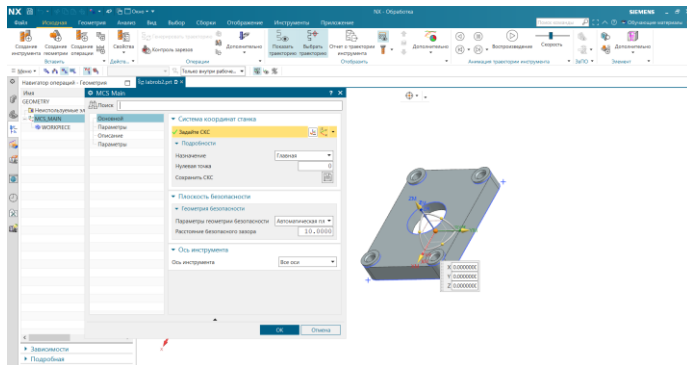
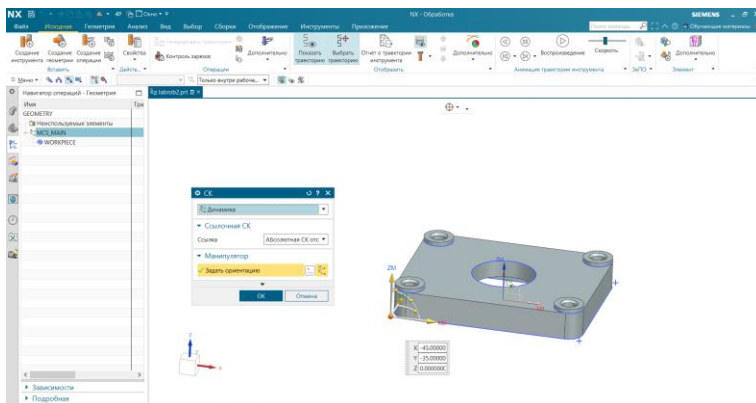
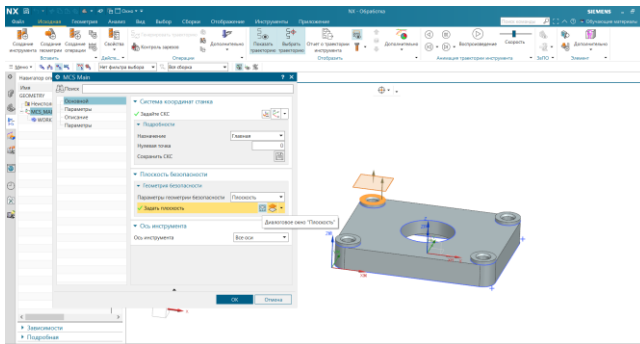

Рисунок 2.3 Вікно СКС
Рисунок 2.4 – Точка задання початку системи координат
Рисунок 2.5 – Завдання площини безпеки
4) Активуйте натисненням вкладки зліва «Навигатор операций» та «Вид геометрии». Двічі клацніть по MSC MILL в навігаторові операцій (Вид геометрії). З'явиться діалогове вікно (рис. 2.3). Виконайте команду меню СК - відкриється ще одне діалогове вікно. Якщо встановлений тип «Динамика», то в графічній області СКС відобразиться з динамічними маркерами, за які систему координат можна переміщати і переорієнтовувати (рис. 2.4). Захопіть СК мишкою за маркер початку СК і перемістите
(рис. 2.3) встановити параметр «Плоскость безопасности» тип «Плоскость» і виконаєте команду «Задать плоскость». У новому діалоговому вікні (де тип площини вказаний як контекстний) виберіть верхню грань моделі (рис. 2.5). У графічній області будуть відображені тимчасова площина і маркер зміщення. Задайте зміщення 10 мм (рис. 2.5). Натисніть ОК двічі.